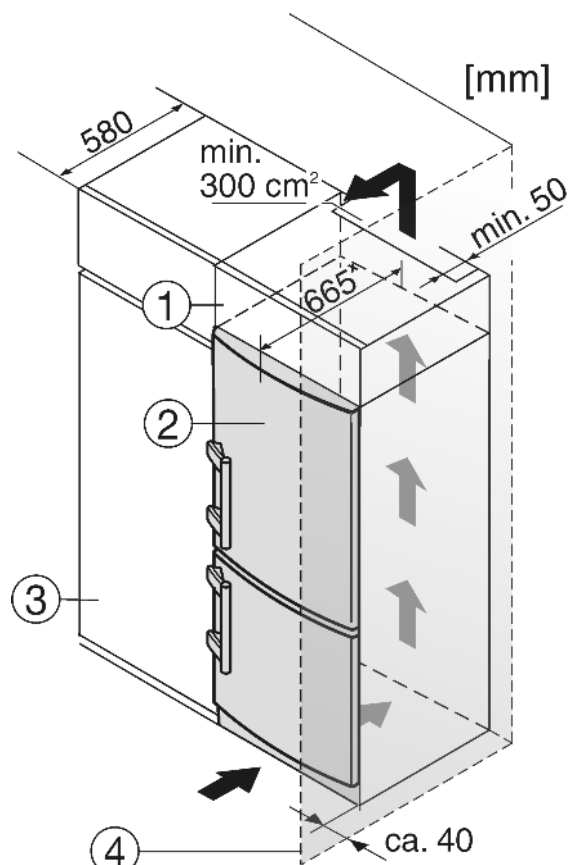

Fig. 9
L'appareil peut être entouré de meubles de cuisine. Pour adapter l'appareil Fig. 9 (2) à la hauteur des placards de la cuisine intégrée, on peut placer un élément haut Fig. 9 (1) au-dessus de l'appareil.
Lors de la transformation avec des placards de cuisine (profond. max. 580 mm), l'appareil peut être placé directement à côté du placard Fig. 9 (3). L'appareil saillit latéralement de 70 mm \* et de 85 mm \* par rapport à la face avant du placard de cuisine.
Si l'appareil est installé avec les charnières à côté d'un mur Fig. 9 (4), la distance entre l'appareil et le mur doit être de 40 mm min. Ceci correspond à la saillie de la poignée lorsque la porte est ouverte.